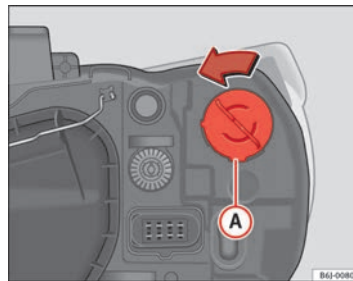

Fig. 143 Clignotant de projecteur simple
- Tournez la douille d'ampoule → fig. 143 **A** vers la gauche puis tirez.